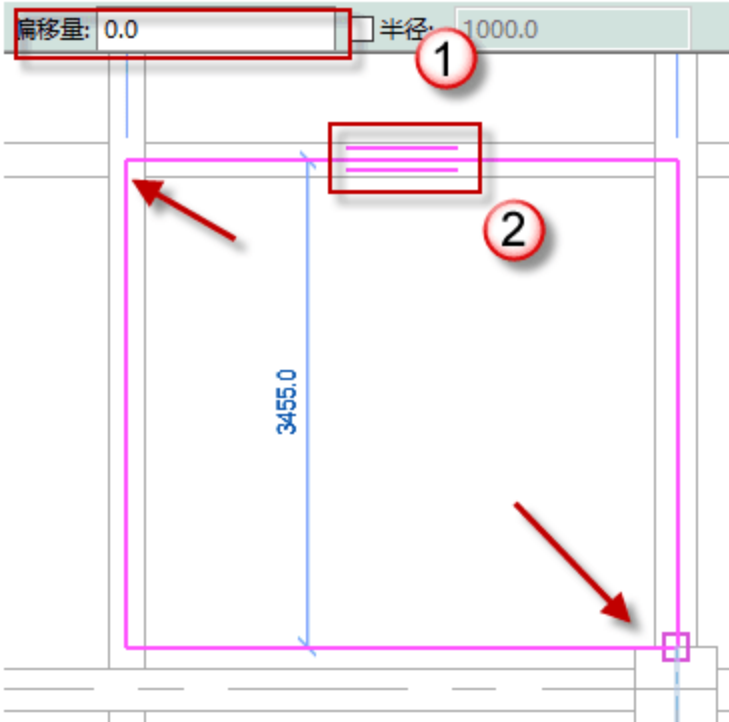

图 3.2.76 绘制 10 号板
(22) 绘制 10 号板，单击“矩形”按钮，绘制 10 号板，调整跨方向，将偏移量设置为 0，单击√按钮，完成绘制，如图 3.2.76 所示。